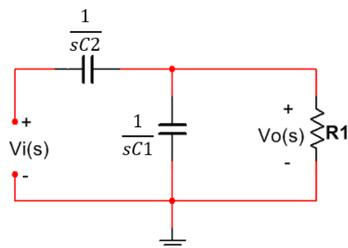

Figura 1. Circuito eléctrico.
1. Un ingeniero de control desea implementar el circuito eléctrico de la figura 1, como parte de un controlador automático en un sistema de nivel; por lo cual necesita hacer un análisis de su respuesta ante condiciones de operación particulares.
1. Un sistema de mezclado $G(s)$ es sometido a una entrada escalón unitario y responde como se muestra en la figura 1, encuentre su modelo matemático.